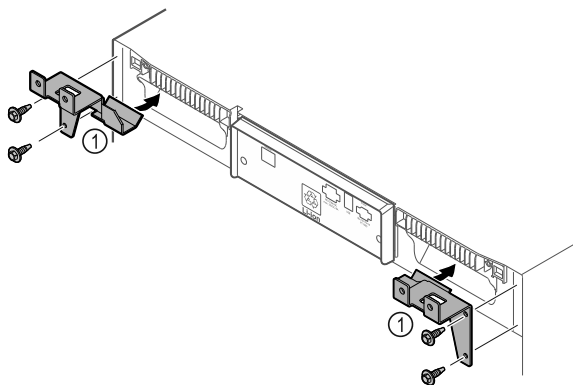

Fig. 10
- Монтирайте крепежните части Fig. 10 (1) на уреда със самонарезните винтове.